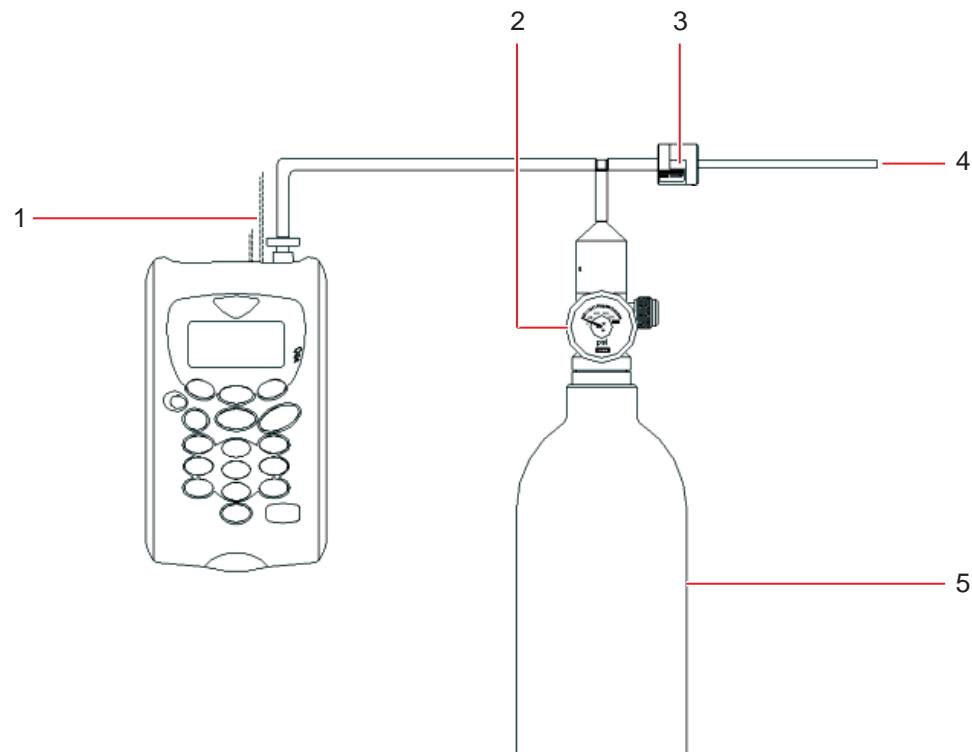

Fig. 5-20: Configuração da calibração
1. Se precisar efetuar o Zero com ar, avance para o passo 2. Para efetuar o Zero como recomendado com N₂ ou com o filtro de cal sodada, pressione a tecla numérica 1 (1-Zero com N₂), e conecte o 100 % N₂ a entrada de gás do instrumento (aqui Fig. 4-3 na pág. 17) e (Fig. 5-20 na pág. 42).